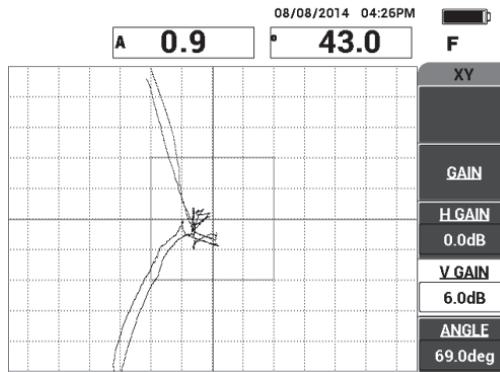

Abbildung 6-9 Einstellen von VERST. H und VERST. V
5. Stellen Sie ggf. **VERST. H** (Funktionstaste C) und **VERST. V** (Funktionstaste D) ein, um den Unterschied zwischen den nah und entfernt liegenden Ablösungen zu verdeutlichen (siehe Abbildung 6-9 auf Seite 141).